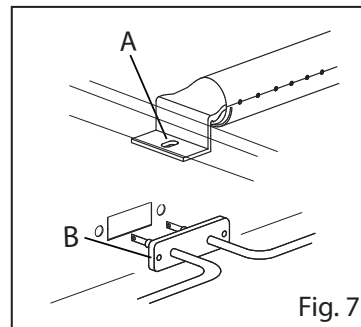

Fig. 7
- Soltar o parafuso de fixação (Fig. 7/A)
- Soltar os parafusos de fixação (Fig. 7/B) e desligar as ligações elétricas